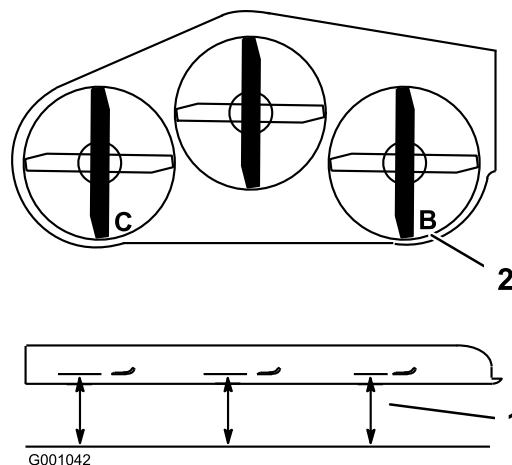

Figura 71
1. Coloque la cuchilla derecha en posición longitudinal (Figura 71).
2. Mida la cuchilla derecha en la posición **B** desde una superficie nivelada hasta el filo de corte del extremo de la cuchilla (Figura 71).
4. Coloque la cuchilla izquierda en posición longitudinal (Figura 71).
5. Mida la cuchilla izquierda en la posición **C** (Figura 71) desde una superficie nivelada hasta el filo de corte del extremo de la cuchilla.